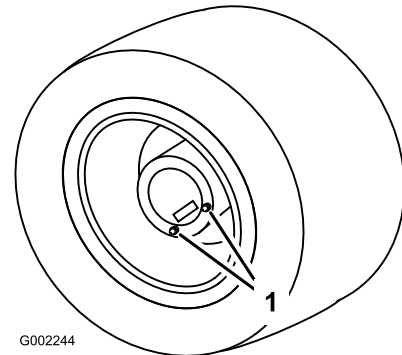

Bild 81
- Stellen Sie das Sprühfahrzeug auf eine ebene Fläche; die Hinterräder sollten so positioniert sein, wie in Bild 81 abgebildet.
- Stellen Sie eine Wanne unter die Ablassschrauben und nehmen sie von der Nabe ab (Bild 81).